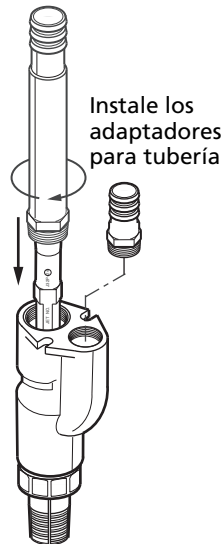

Figura 6
6. Envuelva 1½ vuelta de cinta de teflón en el extremo roscado del adaptador para tubería. Enrosque el adaptador largo (suministrado) en el orificio de descarga del eyector (deslícelo sobre el Venturi para instalarlo). Adhiera e instale el adaptador corto (no suministrado – disponible localmente) en el orificio de impulsión (véase la Figura 6). Los adaptadores deben estar apretados – si el conjunto presenta fugas, la bomba no levantará agua del pozo.